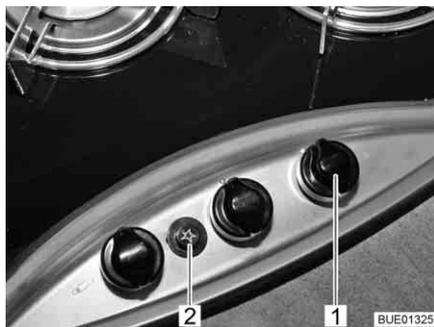

Bild 180 Bedienelemente für Gaskocher
- Drehregler (Bild 180,1) der gewünschten Brennstelle auf Zündposition (große Flamme) drehen.
- Zündknopf (Bild 180,2) drücken. Am Brenner werden Zündfunken erzeugt.